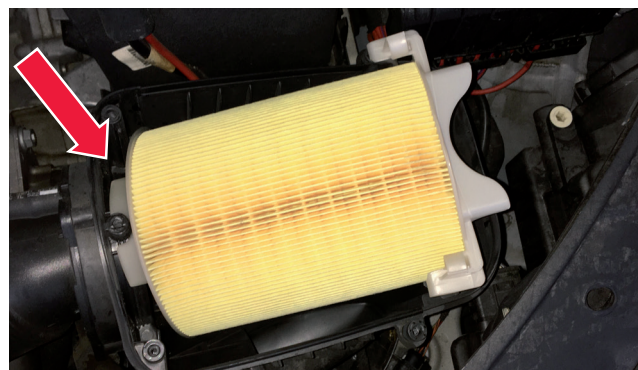

Рисунок 2: Первый шаг монтажа: вначале вставить левую сторону патрона в корпус
1. Вначале патрон воздушного фильтра следует вставить в корпус левой стороной, см. рисунок 2.